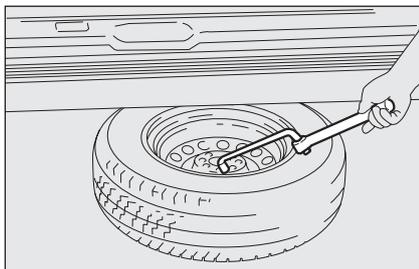

fig. 7a
- utiliser la clé démontage roues C pour emporter la roue en dehors du véhicule fig. 7a;